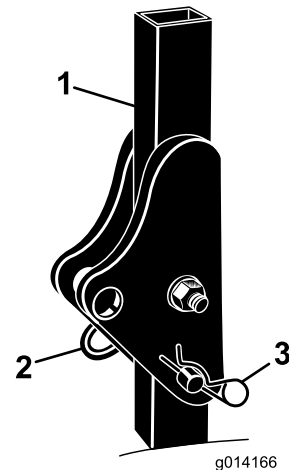

Figura 3
1. Retire las chavetas y los pasadores de la barra anti-vuelco (Figura 3).
2. Eleve la barra antivuelco a la posición vertical, instale los dos pasadores y sujételos con las chavetas (Figura 3).